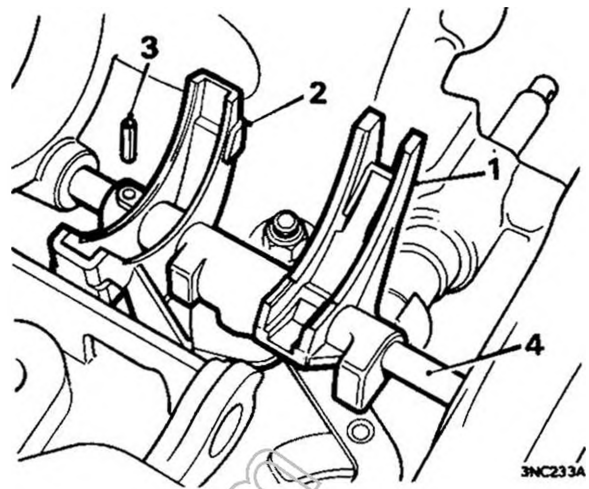

Fig. F.18
35. Estrarre la spina che fissa la forcella della III e IV velocità sull'asta portaforcelle. Ved. la Fig. F.18
36. Rimuovere l'asta e le forcelle. Ved. la Fig. F.18.
57. Rimontare la forcella della I velocità e far passare l'asta portafortelle nel foro della scatola ed in quello delle forcelle. Allineare il foro nell'asta portafortelle con quello della forcella della III e IV velocità. Ved. Fig. F.18.